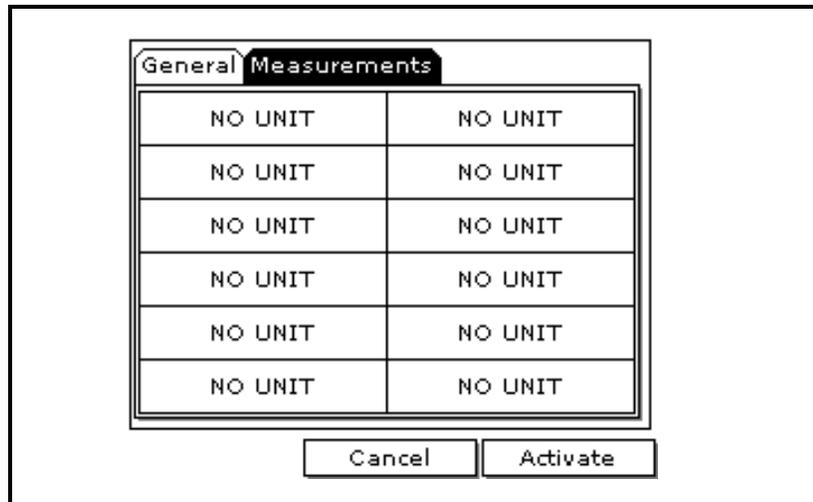

图 3-9 : Log Measurements (日志测量结果) 窗口
2. 使用方向键移至 Measurements (测量结果) 选项卡，然后按 [ENTER] (进入)。随即会出现一个类似于下图 3-9 的屏幕。